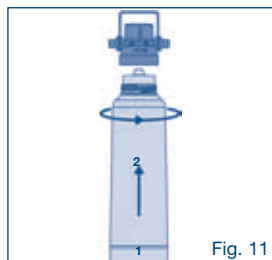

Fig. 11
3. Aperte o filtro na cabeça do filtro, rodando-o para a esquerda (ver fig. 11).